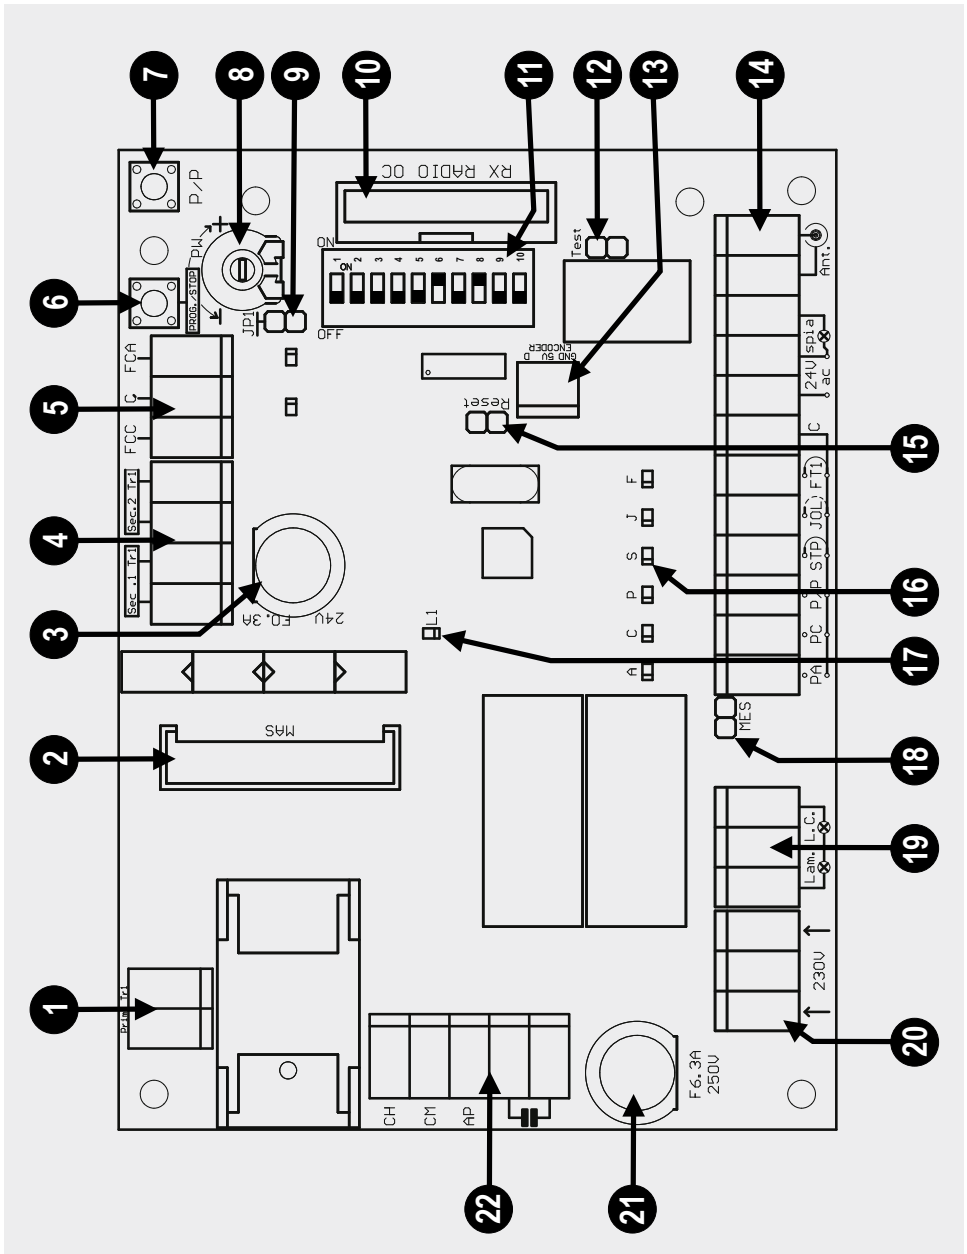

Fig. 1 / Abb. 1
DESCRIZIONE DELLE PARTI (Fig. 1)
Se vengono usati motori con finecorsa interni, ad esempio motori per serrande, bisogna escludere il rallentamento (dip 9 OFF), escludere il freno (dip 8 OFF) e inserire il jumper JP1 (part. 9 di fig. 1).
- Con il foto test abilitato e la centralina in stand by i trasmettitori delle fotocellule non sono alimentati e l'ingresso FT1 è aperto (led spento). In questa condizione possiamo verificare ugualmente il funzionamento delle fotocellule cortocircuitando il jumper Test (part.12 di Fig 1).
UTILIZZO RICEVITORE OC2 (part. 10 di fig. 1)
Il funzionamento della centralina T101F/FA è identico alla versione T101 ad eccezione delle funzioni dei dip 8, 9 e 10 (part. 11 di fig.1).